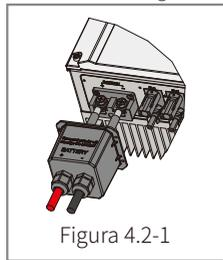

Figura 4.2-1
- **Conexiones de la batería:** Asegúrese de que se hayan establecido correctamente las conexiones entre el inversor ES y la batería, y de que la polaridad (+/-) no esté invertida. Consulte la figura 4.2-1.